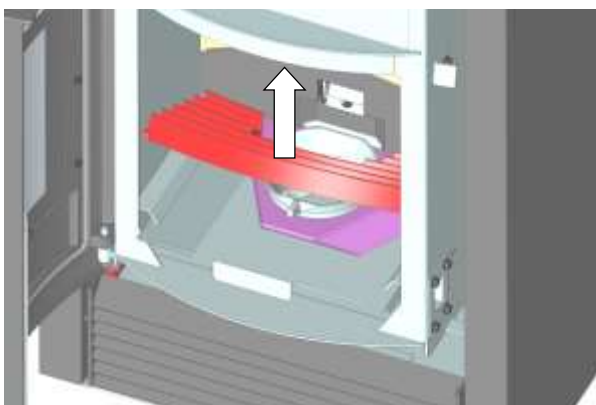
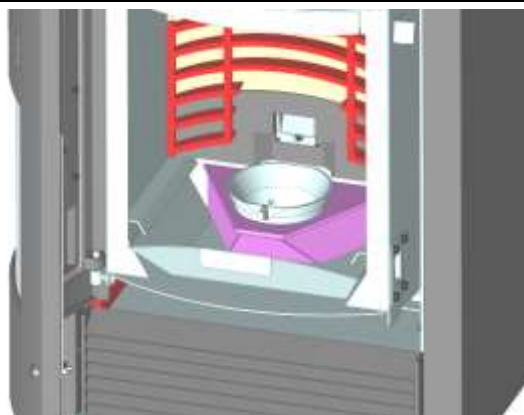
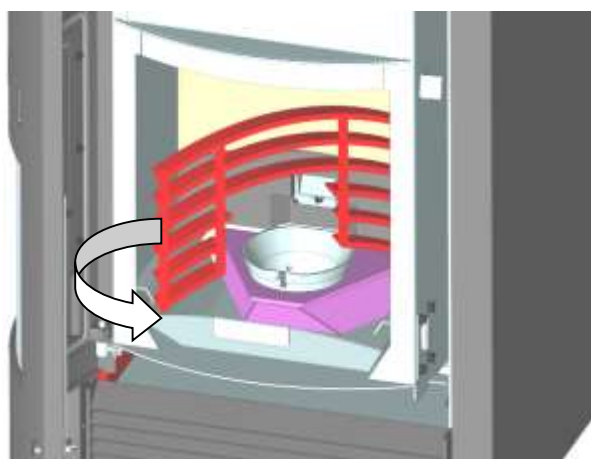

Abb. 59: Rost demontieren
Abb. 60: Demontage Rost
Abb. 61: Demontage Rost
6. Feuerraumtüre öffnen und den Rost herausnehmen. Dazu den Rost nach oben klappen (siehe Abb. 59), bis er an der Rückwand anliegt (Abb. 60) und durch Drehen herausnehmen (Abb. 61).